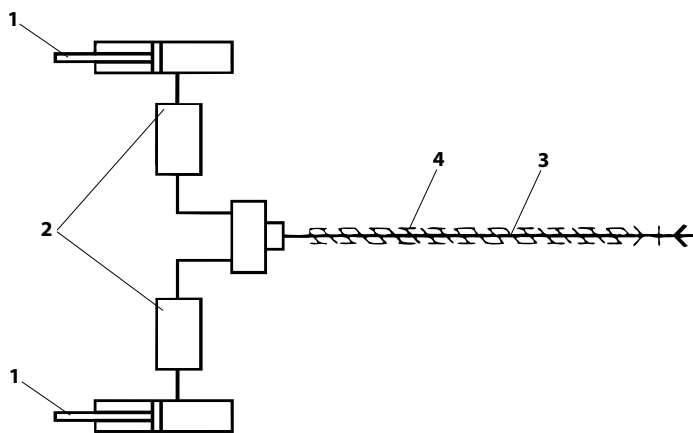

Fig. 11
4.5.1 IMPIANTO IDRAULICO ATTACCO SEMINATRICE (FIG. 11)
LEGENDA Fig. 11 (Schema idraulico per attacco seminatrice con un cilindro idraulico)